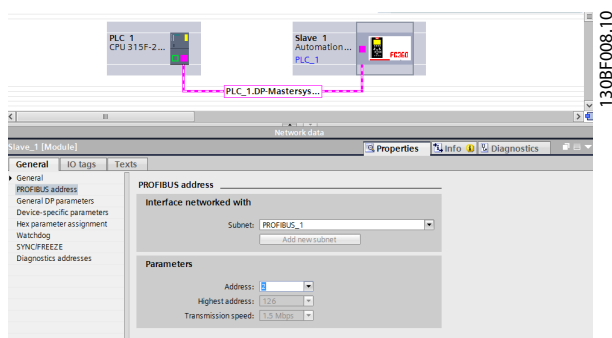

Рисунок 3.6 Выбор адреса
7. Откроется окно адреса для FC 360. Выберите адрес из раскрывающегося списка. Убедитесь, что установленный адрес соответствует предыдущей настройке адреса в параметр 9-18 Адрес узла. См. Рисунок 3.6.